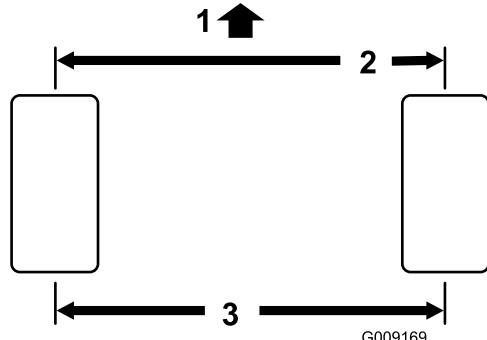

Figura 59
- Mida la distancia entre centros (a la altura del eje) en la parte delantera y trasera de los neumáticos de dirección (Figura 59). La distancia debe ser de 0 ± 3 mm más en la parte delantera del neumático que en la parte trasera. Gire el neumático 90 grados y vuelva a comprobar la medición.